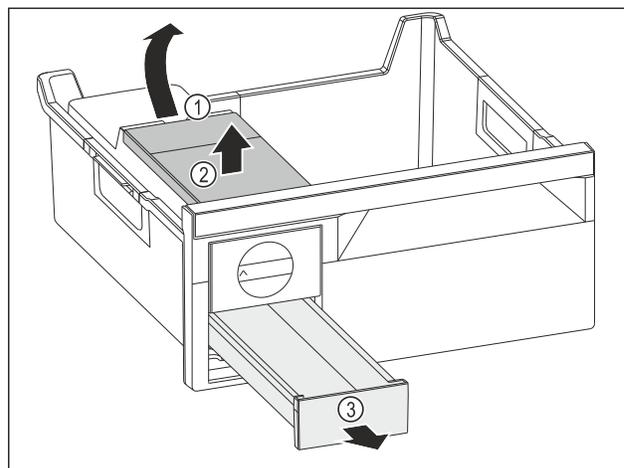

Fig. 123
- ▶ Retirer le réservoir d'eau : Soulever le réservoir d'eau hors de l'évidement Fig. 123 (1).
- ▶ Retirer le réservoir d'eau Fig. 123 (2) vers le haut.
- ▶ Retirer le compartiment à glaçons Fig. 123 (3) vers l'avant.